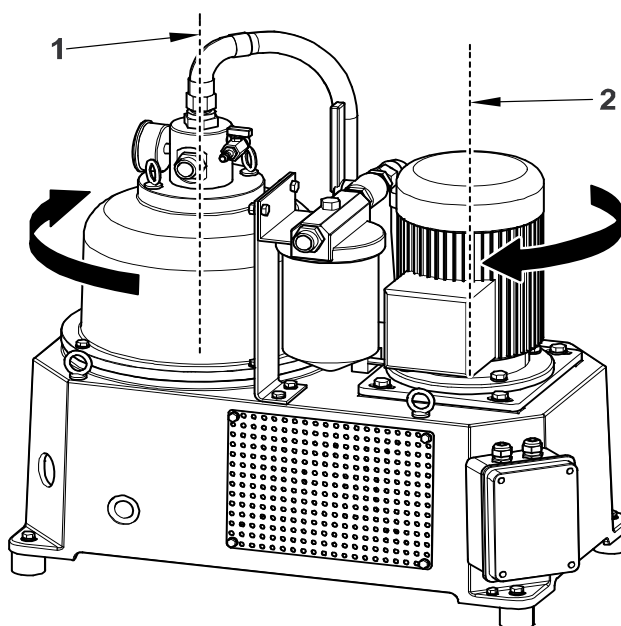

Fig.26
Compruebe que la dirección de la rotación del motor es correcta (para arrancar el separador (vea Par.6.1): la flecha vertical del tazón (Ref.1 Fig.26) tiene que girar en contra las manecillas del reloj de la vista superior, mientras que el eje horizontal del motor (Ref.2 Fig.26) tiene que girar en la dirección demostrada por la flecha.
- e) **Compruebe el sentido de la rotación del motor (Par.4.5.2 Fig.26 Ref.2):** interrumpa el procedimiento de arranque si el sentido de la rotación es incorrecto;